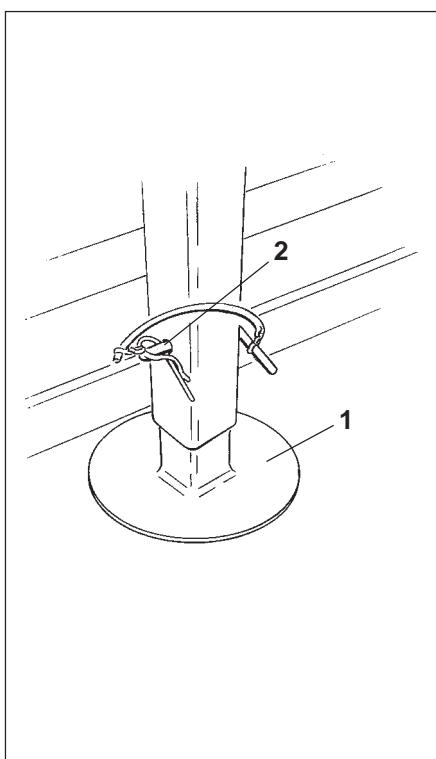

Рис. 19.5
- Крепко возьмите опорную стойку (Рис. 19.5/1) выньте палец с пружинным зажимом (Рис. 19.5/2) и опустите опорную стойку, как показано на рисунке 19.6.
- Закрепите и зафиксируйте вверху опорную стойку (см. Рис. 19.5).